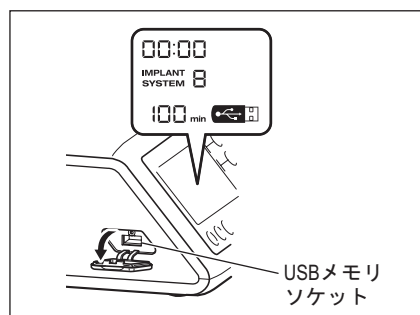

図 14
- 2) USBメモリを奥まで差し込みます。ユニットがUSBメモリを認識すると、操作パネルの液晶表示部にUSBのアイコンが表示されます。(図 14)